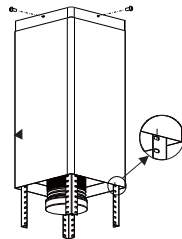

Bild.4
- 4 st ST4\*8 stora planhuvade skruvar används för att ansluta den interna skorstenen med upphängningstavlan. Sätt sedan en på den externa skorstenen. Två krokar används för att sätta upp den externa skorstenen för att förbereda nästa installation, se bild 4.